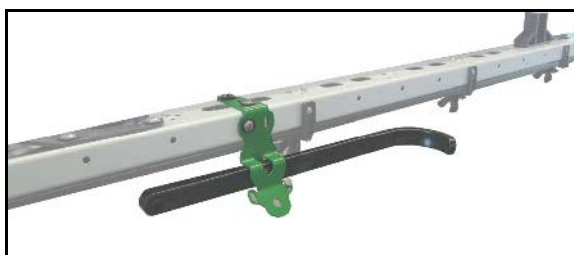

Fig. 93
Deblocare compensator de oscilații (Fig. 93/1):
- Compensatorul de oscilații se deblochează (Fig. 93/1) și timoneria de stropire basculată deschis poate să penduleze liber opus suportului timoneriei. Dispozitivul de protecție a compensatorului de oscilații este aici îndepărtat pentru o mai bună demonstrație.
Blocare compensator de oscilații (Fig. 93/2):
- Compensatorul de oscilații este blocat (Fig. 93/2), când pe ecranul terminalului de operare este afișat simbolul lacăt închis.